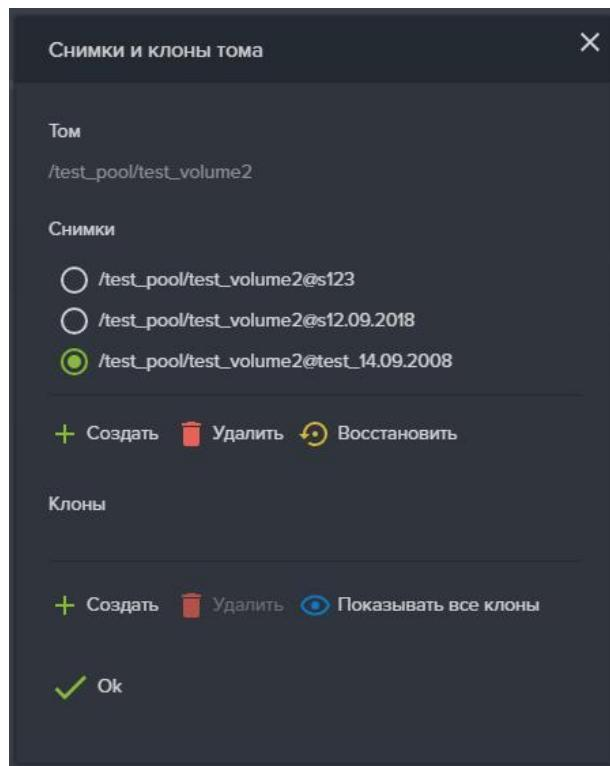

Рисунок 86 – Окно снимков и клонов. Удаление снимков
3. В области «**Снимки**» выберите нужный снимок и нажмите на кнопку «**Удалить**» (см. Рисунок 86).